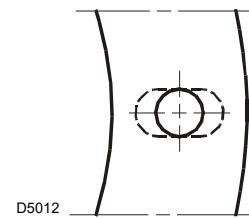

Abb. 10
- falls erforderlich die Bohrungen der Isolierdichtung (Abb. 10) verbreitern, aber Vorsicht, nicht beschädigen.